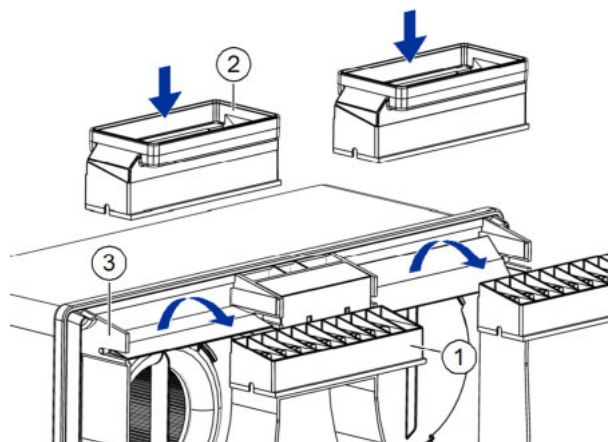

Abb. 10: Adapter auf die Luftklappenrahmen aufstecken
- ▶ Heben Sie die beiden Lamelleneinsätze (Pos. 1 in Abb. 10), die standardmäßig im Gerät eingesetzt sind, nach oben ab.
- ▶ Stecken Sie beide Adapter (Pos. 2 in Abb. 10) aus dem Adapterkit auf die Luftklappenrahmen (Pos. 3 in Abb. 10) des Lüftungsgeräts auf wie in Abb. 10 gezeigt.